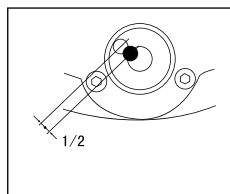

Рисунок 7
- Проверьте пузырьковый уровень (10). С помощью подъемных винтов (9) установите пузырьковый уровень (10) в центр. Поверните прибор на 180 градусов. Если пузырьковый уровень остается в центре, нивелир откалиброван.
- Если пузырьковый уровень не в центре, поворачивайте подъемные винты (9), чтобы переместить пузырьковый уровень. Пузырек должен располагаться как минимум на $\frac{1}{2}$ между центром и внешним кольцом окружности (рис. 7).